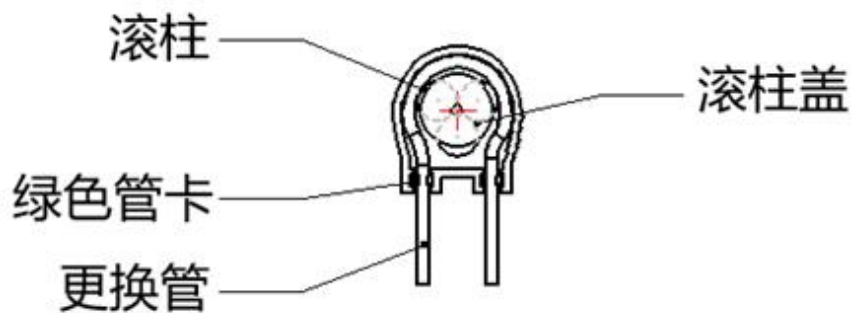

图 12
3、将绿色管卡装入卡槽，滚柱盖通过定位柱将 3 个滚柱组合，更换管环绕滚柱成一体放入盖子，更换管两端卡入绿色管卡，如图 12，